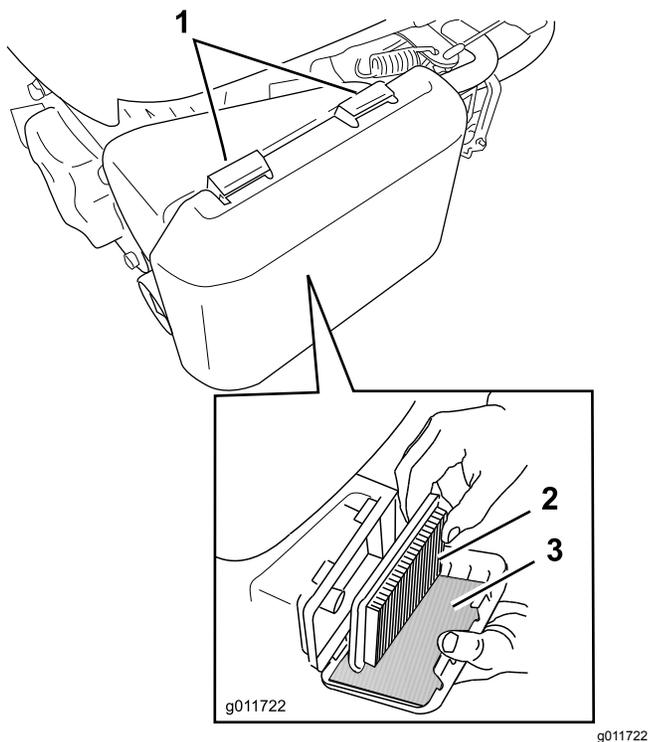

Figura 30
- Presione hacia abajo los cierres de la parte superior de la tapa del filtro de aire (Figura 30).
- Retire el filtro de aire de papel y el pre-filtro de gomaespuma (Figura 30).